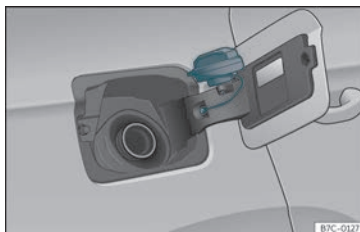

Abb. 199 Tankklappe mit aufgestecktem Tankverschluss.
- Platzieren Sie den Verschluss in der Aussparung, die sich im Scharnier der geöffneten Tankklappe befindet»» **Abb. 199**.